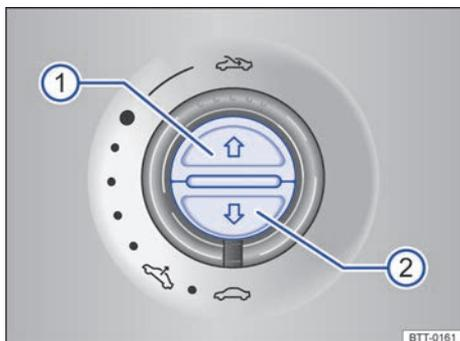

Fig. 120 En el revestimiento interior del techo: tec-las para manejar la cortinilla parasol.
Abrir completamente (función automática): Pulse brevemente la tecla → fig. 120 ①.
Detener la función automática: Pulse brevemente la tecla → fig. 120 ① o la tecla ②.
Ajustar una posición intermedia: Mantenga pulsada la tecla → fig. 120 ① o la tecla ② hasta alcanzar la posición deseada.
Cerrar completamente (función automática): Pulse brevemente la tecla → fig. 120 ②.
- Antes de que transcurran aprox. 5 segundos desde la activación de la función antiaprisionamiento, pulse la tecla → fig. 120 ② hasta que la cortinilla se haya cerrado completamente.